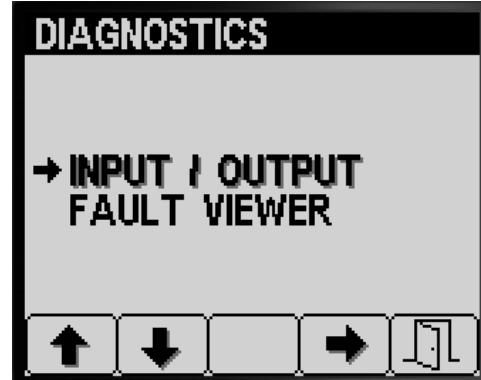

図 84
1. 整備画面から、ボタン1または2を何度か押して INPUT/OUTPUT を選択する図84。
2. ボタン3で INPUT/OUTPUT へ入る図84。